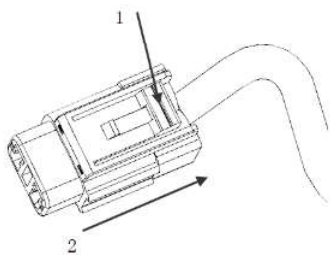

图8-1-7 高音扬声器接插件拆卸示意图
b. 拆卸高音扬声器接插件: 如图8-1-7, 用力沿箭头1方向压住卡脚, 再沿箭头2方向拔出线束插头。